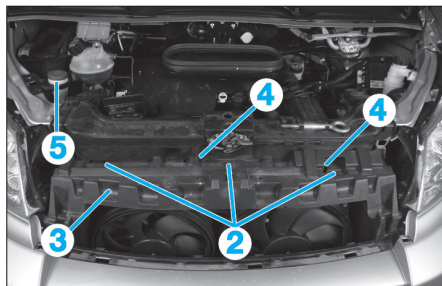

Fig. 6
- Déposer les agrafes de maintien (2) de la cloison (3) (Fig.6).
- Ecarter la cloison (3).
- Dégrafer les brides de radiateur (4).